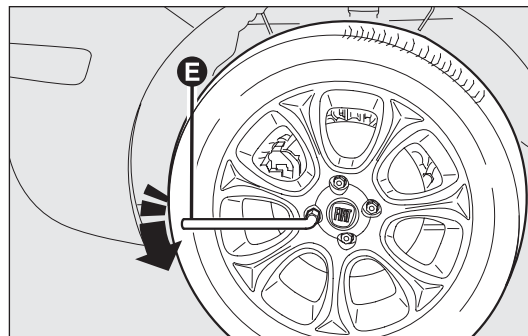

рис. 146
- с помощью ключа из комплекта инструментов Е – рис. 146 ослабьте крепежные болты приблизительно на один оборот; если на автомобиле установлены легкосплавные диски, его следует покачать, чтобы облегчить снятие диска со ступицы колеса;